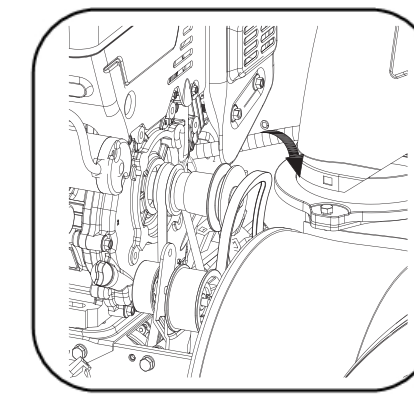

Рисунок 16
3. Снять ремень шнека со шкива двигателя (см. Рисунок 16).